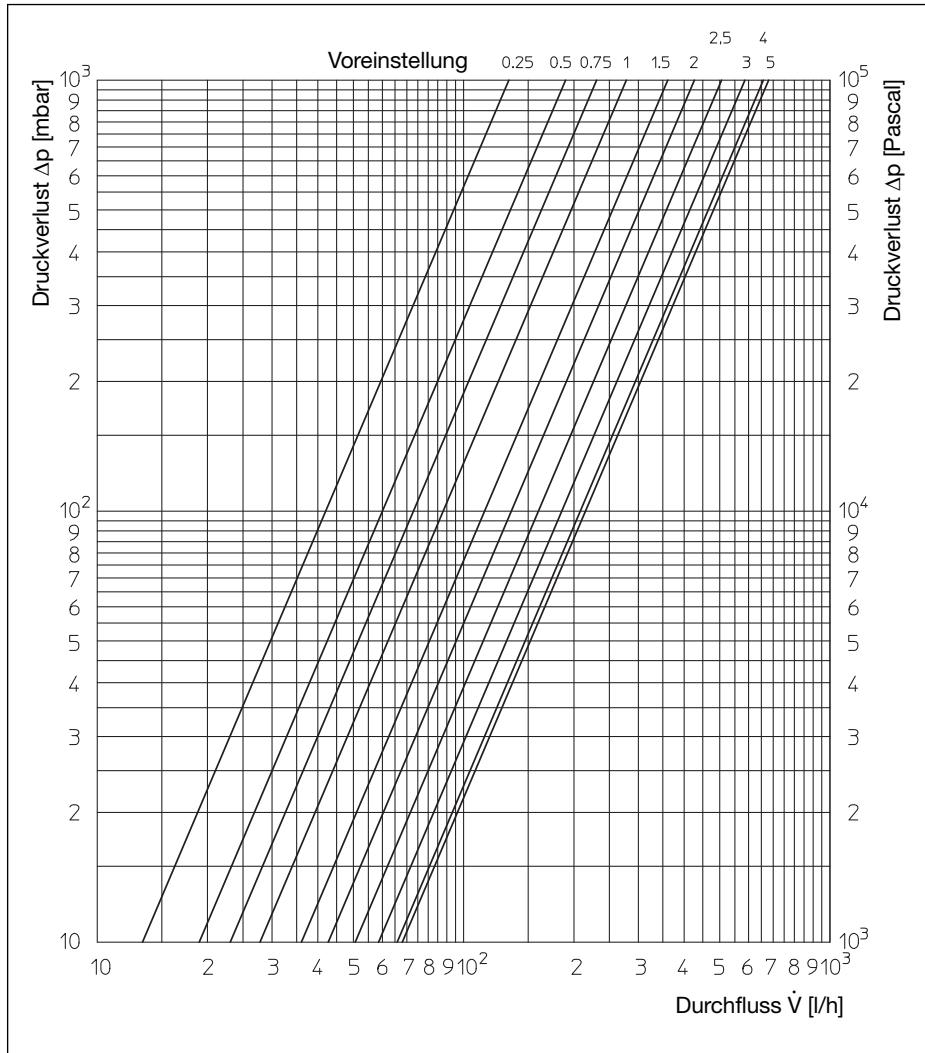

Abb. 7.1: Diagramm Reguliereinsatz, 2K P-Abweichung, Bypass Voreinstellung 1,4 (25%)
- Ventilegel mit dem Innensechskantschlüssel SW4 entsprechend den laut Diagrammen (Abb. 7.1 bis 7.4) gewählten Umdrehungen durch Linksdrehen einstellen.